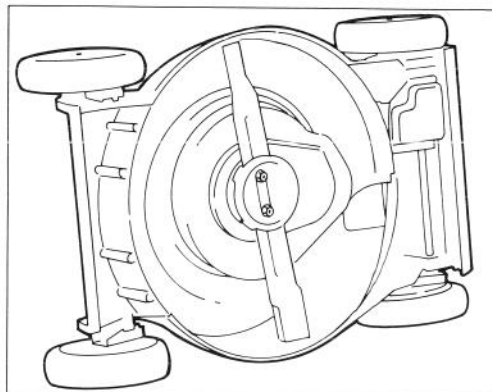

Figure 28
2. Inclinez la tondeuse sur le côté gauche (Fig. 28).